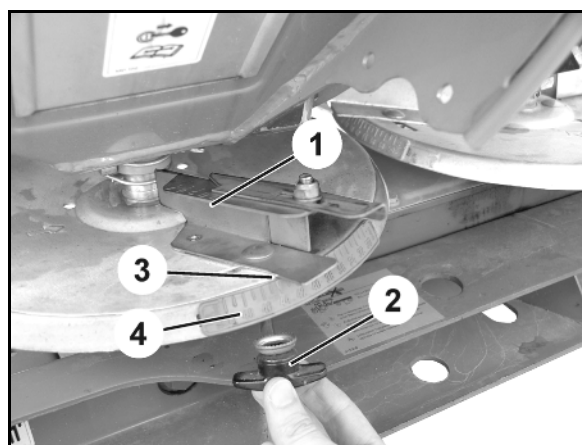

Fig. 84
7. Ved **grænsespredning** skal du vippe spjældstillingen til indstillingsgrebet (Fig. 84/1) på venstre maskinside to delstrækninger tilbage på skalaen (Fig. 84/2).